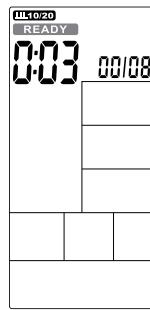

Figure 24
- ⑦ Drücken Sie eine beliebige PROGRAMM-Taste und führen Sie das Programm entsprechend aus.
- ① Drücken Sie die Taste INTERVAL, um INTERVAL20/10 auszuwählen, drücken Sie ENTER, dann leuchtet INTERVAL20/10 auf, zusammen mit einem langen Ton für 1s.
- ② Die Zykluszeit wird von 3 auf 0 heruntergezählt, dann startet die Konsole, während der Summer einmal pro Sekunde piept und READY einmal pro Sekunde blinkt, der Zähler zeigt „00/08“ an (Abbildung 24).
- ⑦ Press any PROGRAM key then perform the program accordingly.
- ① Press INTERVAL key to select INTERVAL20/10, press ENTER then INTERVAL20/10 will light up, alongwith a long sound for 1s.
- ② Cycle time counts down from 3 to 0 then console start, meanwhile buzzer beeps once per second and READY flashes once per second, counting displays ‘00/08’(Figure 24).